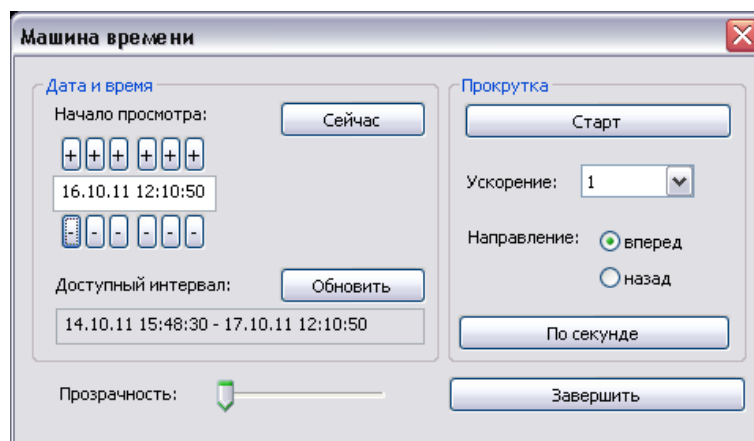

Рис. 17
- «Машина времени». При выборе данного пункта меню появляется панель управления машиной времени, при этом отсчет времени приостанавливается (Рис. 17). На панели управления машиной времени располагаются кнопки, позволяющие просматривать поездную ситуацию на станции или перегоне в любой момент времени в течение доступного интервала. Для установки даты и времени начала просмотра предусмотрены кнопки + и -. При нажатии на кнопку «Сейчас» дата и время начала просмотра переводятся на текущие. При нажатии на кнопку «Обновить» верхняя граница доступного интервала обновляется на текущее время. Для начала просмотра